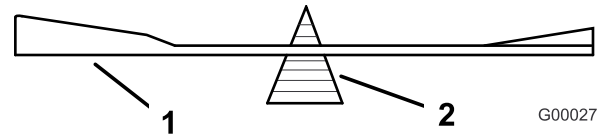
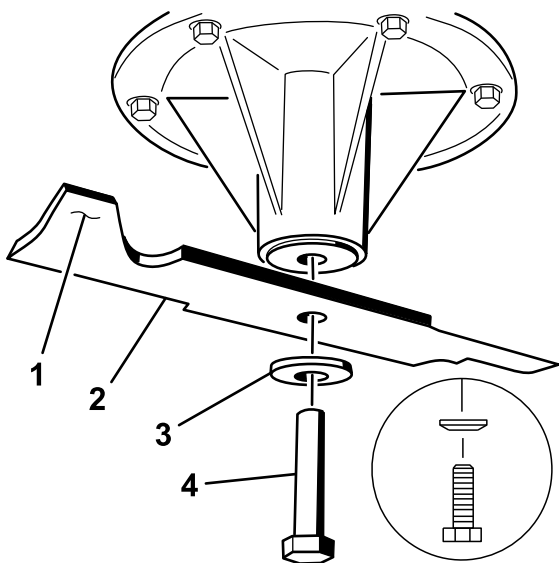

Figure 58
Figure 59
2. Retirez le boulon, la rondelle élastique et la lame de l'axe (Figure 59).
2. Vérifiez l'équilibre de la lame en la plaçant sur un équilibreur (Figure 58). Si la lame reste horizontale, elle est équilibrée et peut être utilisée. Si la lame est déséquilibrée, limez un peu l'extrémité de la partie relevée seulement (Figure 59). Répétez la procédure jusqu'à ce que la lame soit équilibrée.
1. Placez la lame sur l'axe (Figure 59).
2. Installez la rondelle élastique et le boulon de la lame. Le cône de la rondelle élastique doit être dirigé vers la tête du boulon (Figure 59). Serrez le boulon à 115–150 Nm (85–110 pi-lb).